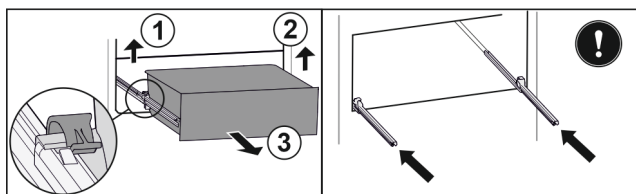

Fig. 191
- Ngrini lart kapësen e majtë dhe në të njëjtën kohë tërhiqni nga përpara sirtarin e majta. Fig. 191 (1)
- Ngrini lart kapësen e djathtë dhe në të njëjtën kohë tërhiqni nga përpara sirtarin nga e djathta. Fig. 191 (2)
- Hiqeni sirtarin nga përpara. Fig. 191 (3)